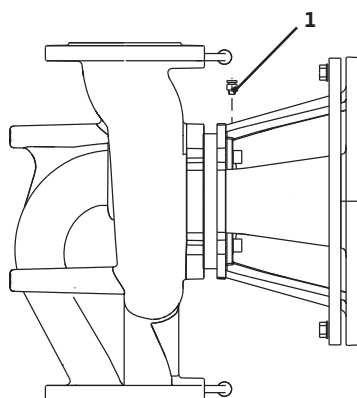

Fig. 41: Soupape d'échappement
- Purger la pompe en ouvrant les soupapes d'échappement (Fig. 41, pos. 1). Le fonctionnement à sec détruit la garniture mécanique de la pompe. Le capteur de pression différentielle ne doit pas être purgé (risque de destruction).